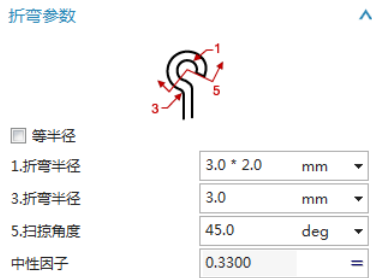

图 3-90 “中心环”折弯参数
(7) 中心环：选择此类型，在如图 3-90 所示的“折弯参数”选项组中输入相关参数，示意图如图 3-91 所示。